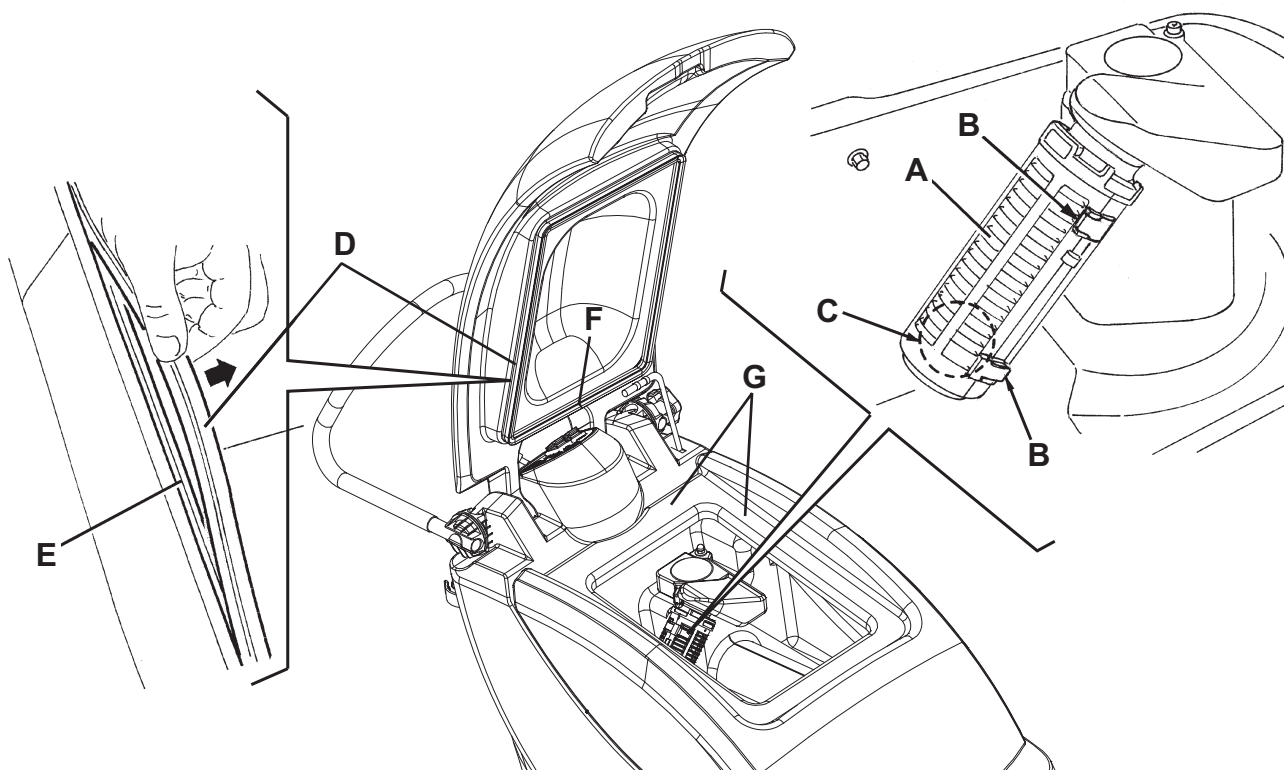

Рис. 5
2. Убедитесь, что сетевой шнур (21) отсоединен от сети электропитания.
3. Откройте крышку (6), затем очистите и промойте чистой водой ее, бачки (26 и 27) и вакуумную решетку (36). Спустите воду из бачков с помощью сливного шланга (16) и вентиля (18).
4. Если необходимо, освободите фиксаторы (B, Рис. 5) и откройте решетку (A); восстановите поплавок (C), очистите все компоненты и затем установите их заново.
5. Проверьте, цела ли прокладка крышки бачка с восстанавливающей водой (D).